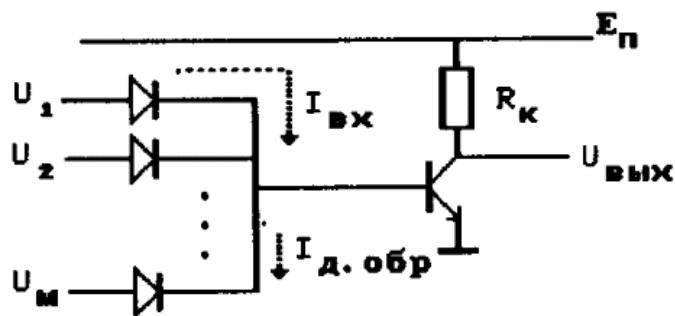

рис. 10.4. Переходная схема РТЛ — ДТЛ.
3. **Диодно-транзисторная логика (ДТЛ)** — технология построения цифровых схем на основе биполярных транзисторов, диодов и резисторов. Своё название технология получила благодаря реализации логических функций (например, И) с помощью диодных цепей, а усиления сигнала — с помощью транзистора. Наиболее простой и естественной при этом получается реализация логического "ИЛИ-НЕ" (рис. 10.4).